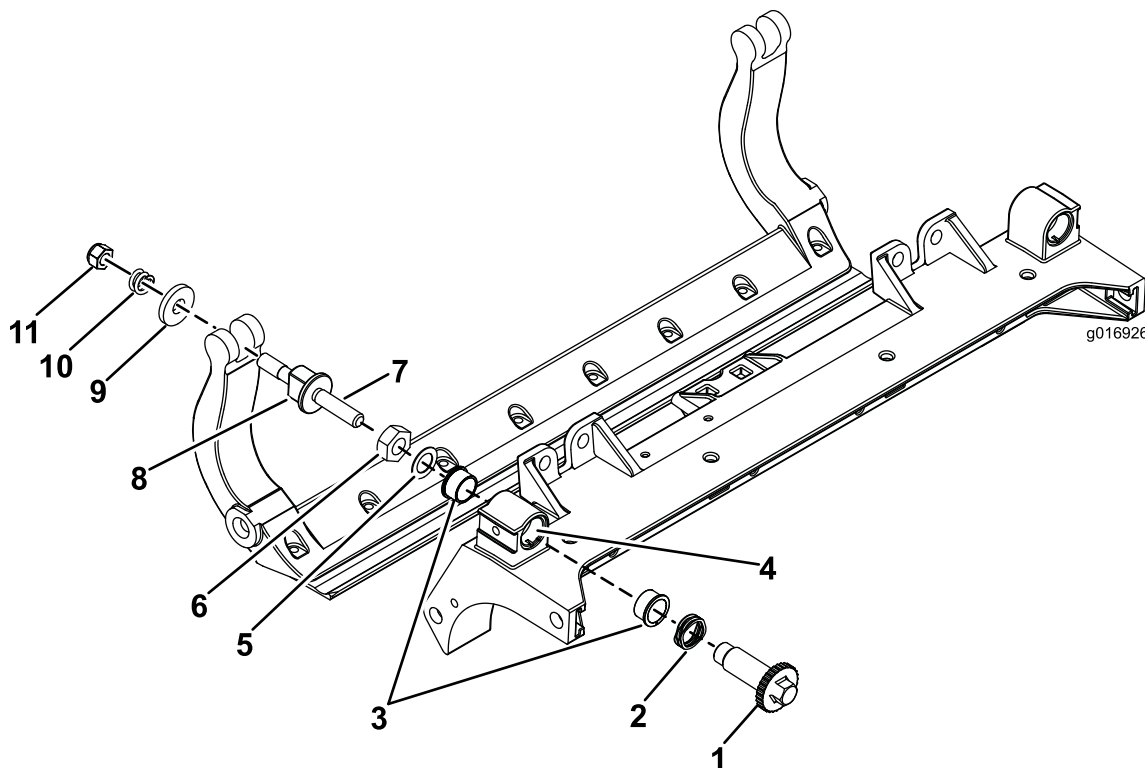

Рисунок 41
1. Снимите все детали (см. *Инструкции по установке* для HD комплекта DPA и Рисунок 41).
2. Нанесите противозадирный состав на внутреннюю поверхность втулки на центральной раме режущего блока (Рисунок 41).
3. Совместите шпонки фланцевых втулок с прорезями в раме и установите втулки (Рисунок 41).
4. Установите волнистую шайбу на вал регулятора и вставьте вал регулятора во фланцевые втулки, установленные в раме режущего блока (Рисунок 41).
5. Закрепите шпindel регулятора с помощью плоской шайбы и контргайки (Рисунок 41).
12. На нейлоновые шайбы установите стальные шайбы (Рисунок 41).
Примечание: На внутренней стороне пластин шайбы могут быть установлены с зазором (Рисунок 41).
15. Затяните гайку на каждом узле регулировки планки неподвижного ножа до полного сжатия пружины, а затем отпустите гайку на ½ оборота (Рисунок 41).